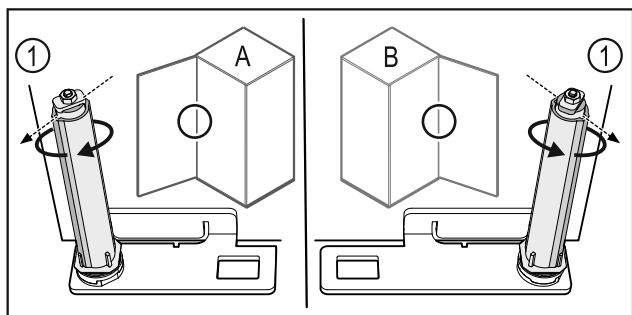

Fig. 56 左门挡(A) / 右门挡(B)
- 克服阻力转动关门系统，直至关门系统 Fig. 56 (1) 的连接片朝外。